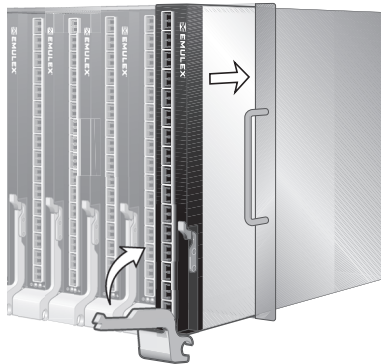

Abbildung 2. Installation des Pass-Through-Moduls
5. Den Verriegelungsarm nach oben drehen, bis er an der Frontplatte anliegt und die Spitze des Arms einrastet, siehe Abbildung 2, Installation des Pass-Through-Moduls.